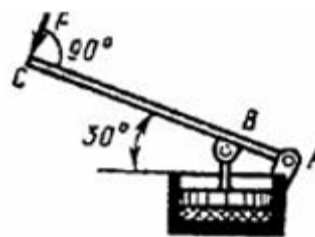

Рисунок 3.7
4. Сила, приложенная к концу рукоятки ручного рычажного пресса, равна  $F = 280 \text{ Н}$ . Приняв  $AC = 18 \text{ см}$  и  $AB = 6 \text{ см}$ , определить силу давления поршня на прессуемый материал (рис. 3.7). Крепление в точках  $A$  и  $B$  шарнирное. Весом частей механизма, а также трением пренебречь. Начертить расчетную схему. Данные для своего варианта взять из задачи 2.